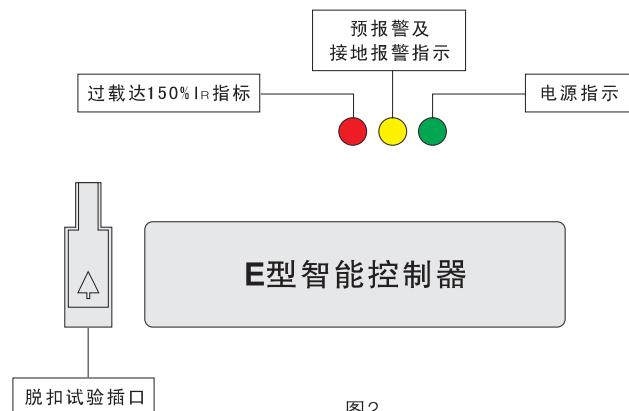

图2
#### · M型智能控制器的面板布置见图2。
- E型智能控制器的面板布置见图2。